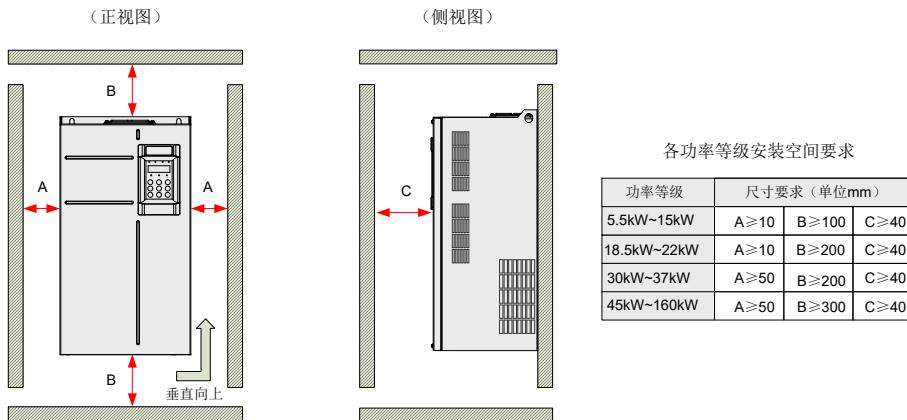

图 3-2 单台机器 (CP300T5.5G-CP300T160G) 安装空间
- 安装空间要求如图 3-2 所示，需保证变频器有足够的散热空间，预留空间时请考虑柜内其它器件的散热情况；